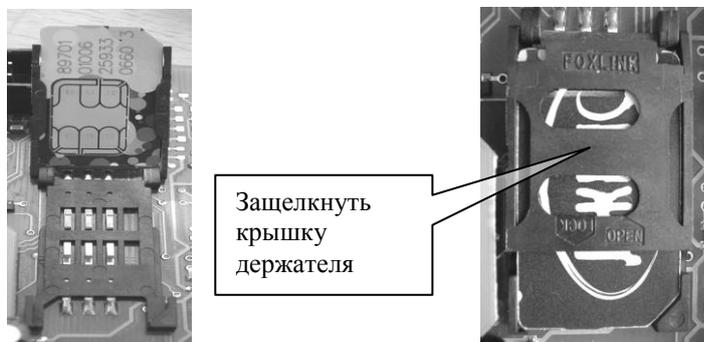

Рисунок 1.
6.4 Установите SIM-карту (в комплект поставки не входит) в держатель (см. рисунок 1). Перед установкой SIM-карты, что запрос PIN-кода SIM-карты выключен.